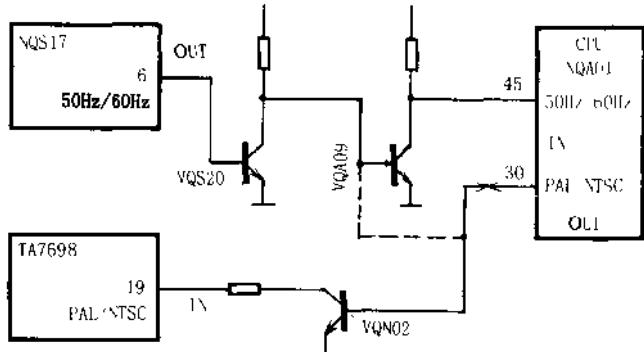

图 1-1-1 PAL/NTSC 制识别控制电路
**故障原因分析、检测和排除方法** 根据故障现象分析, 估计机子内有热稳定性不良的元件。在自动关机时测由行变压器送来的 12V 电压(由 14V 电压经 2412 稳压后得到的)为 0V。从该机工作原理知, 电路正常工作时, VQ841 截止, IC501 的⑩脚为 0V, 当 115V 突然升高(或行输出脉冲突然升高)时, VQ841 在瞬间脱离截止状态, 这样 VQ841 的 c 极电压升高, 由 R421 加至 IC501 的⑩脚, X 射线保护电路发生作用, 机子便进入待机状态。测 115V 电压正常, 说明此异常不是电源电路电压升高所致。开机测 VQ841 各极电压, 测量结果: b 极为 115V, e 极为 115V, 当测 c 极电压时, 该机电压从 20V 很快上升到 26V, 且自动关机。查 c 极外接电阻 R846 ( $22\Omega$ ), 发现阻值不稳, 焊下 VQ841 用万用表检测正常, 故判断电阻 R846 热稳定性能不佳, 更换后机子工作恢复正常。
分别输入 PAL/NTSC 制信号, 测 TA7698⑩脚电压均为 1.8V 左右。其⑩脚为延迟信号输入兼作 PAL/NTSC 制转换控制输入端, 其直流电平在 2V 以上时, 工作在 PAL 制; 2V 以下时, 工作在 NTSC 制。由此判断, 控制电路一直工作在 NTSC 制状态。而⑩脚直流电平的高、低受 VQN02 控制, VQN02 受 NQA01⑩脚输出电平控制, 而 NQA01⑩脚电平的高低又受其⑩脚来自 NQS17 的 50Hz/60Hz 识别信号电平控制(参见图 1-1-1)。测 VQN02 b 极一直为高电平, NQA01⑩脚也为高电平, 再测 NQA01⑩脚 50Hz/60Hz 识别电平转换正常。测 NQA01⑩脚外接元件均完好, 由此判断 NQA01 内电路损坏, 更换后故障排除。